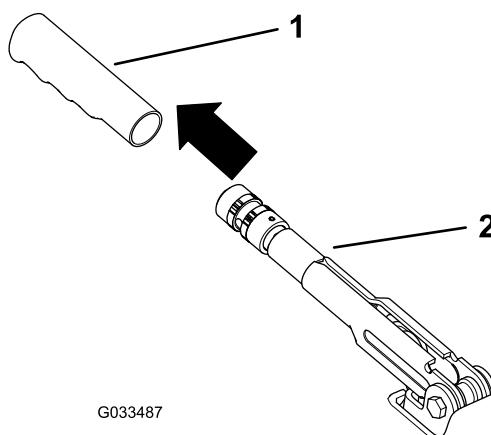

Figure 58
1. Enlevez la poignée en caoutchouc du levier de frein du stationnement (Figure 58).
5. Placez la poignée en caoutchouc sur le levier du frein de stationnement (Figure 58).